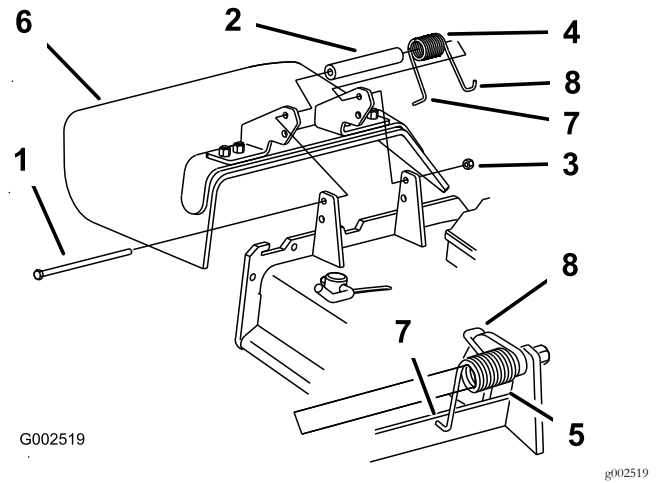

Figura 91
Nota: Asegúrese de colocar el extremo en L del muelle detrás del reborde de la carcasa antes de instalar el perno, según muestra Figura 91.
5. Coloque el extremo en J del muelle alrededor del deflector de hierba (Figura 91).
1. Retire la contratuerca, el perno, el muelle y el espaciador que sujetan el deflector a los soportes de pivote (Figura 91).